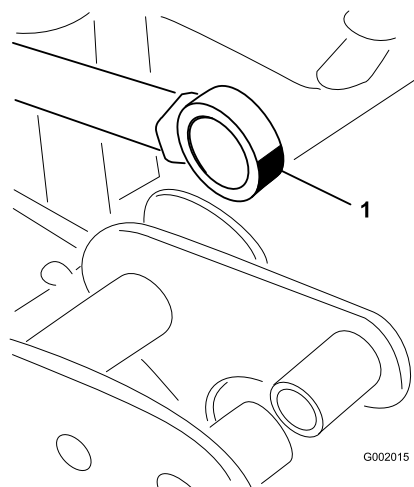

Figura 50
5. Manipule a extremidade do rolamento da barra do accionador e aplique massa lubrificante no rolamento (Figura 50). Limpe a massa lubrificante em excesso.